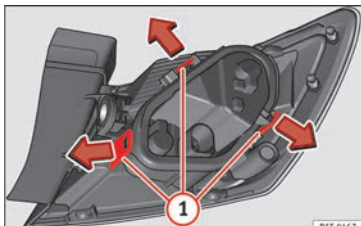

Fig. 112 Lengüetas de fijación en la parte posterior de la unidad de luz trasera.
- Desmonte el portalámparas »» **fig. 112** desbloqueando las lengüetas de fijación ①.